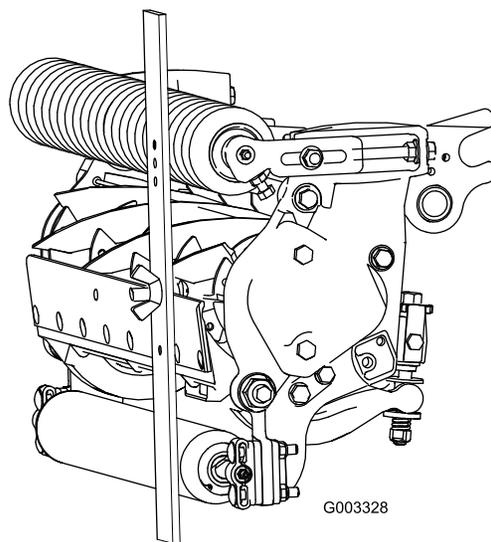

Figura 20
3. Agganciate la testa della vite sul tagliente della controlama e appoggiate l'estremità posteriore della barra sul rullo posteriore (Figura 20).
4. Ruotate la vite di regolazione finché il rullo anteriore non toccherà la barra di riferimento (Figura 20). Regolate entrambe le estremità del rullo finché l'intero rullo non è parallelo alla controlama.